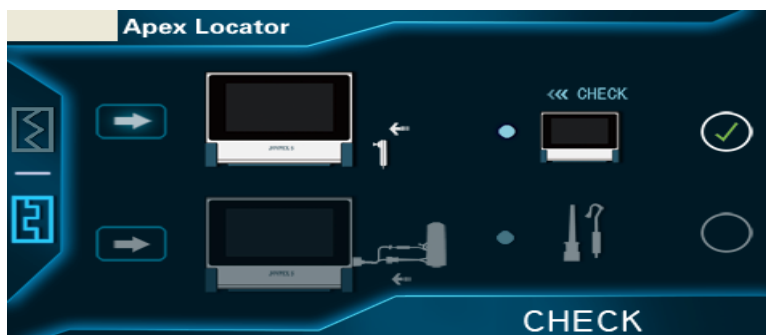
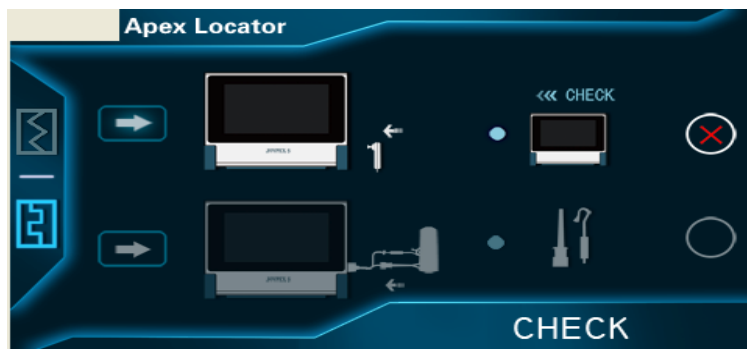

Figura 5
Figura 6
În interfața de auto-calibrare, introduceți calibratorul în priza potrivită, apăsați **tasta de calibrare pentru partea de comandă (1)**, (Figura 5 - auto-calibrare reușită), marcată cu "√" pe ecran. În caz contrar (Figura 6) auto-calibrarea nereușită, marcată cu "X" pe ecran.